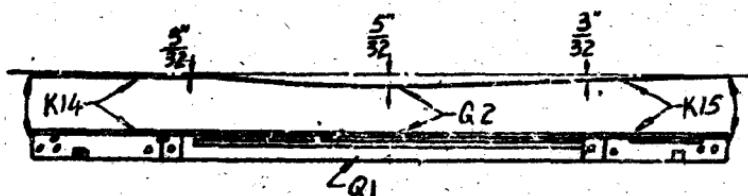

图 2
(1) 走梭板弧度： 走梭板不是水平的。如1511型自动换梭織布机，它的中央比梭箱底板两外端的邊緣低 $\frac{5}{12}$ 吋；同时，梭箱底板外端和內端的厚度也有不同，装在筘座上內端比外端低 $\frac{3}{12}$ 吋，使梭子行走时产生向下的离心力，以补偿因筘座的搖摆所产生的向上离心力。这种走梭板中央低陷所成的曲線，叫它“走梭板弧度”。弧度的大小，是和筘幅的大小、筘座到搖軸的距离有关系，并可以在理論上計算出来，但和梭子重量、織布机速度、織物种类不发生关系的。弧度如果太小，则梭子的运动不稳，弧度如果太大，则增加梭子和經紗的摩擦。走梭板弧度如图2所示。